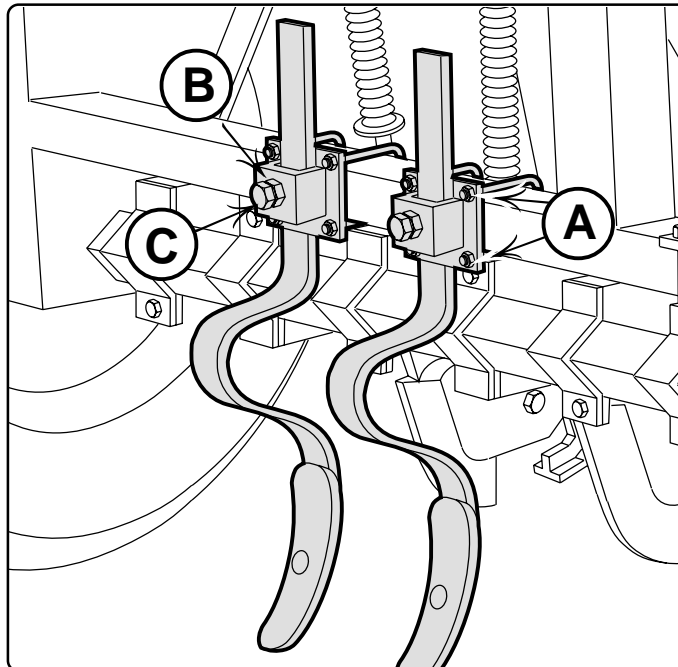

Fig. 26
Le zappette vanno posizionate sulla stessa linea dei pneumatici del trattore. Per regolare la posizione delle ancore rompitraccia svitare i dadi (A Fig. 26), posizionare le ancore e bloccare i dadi. Per regolare la profondità delle
The hoes must be positioned in alignment with the tire wheels. To adjust the position of the trace-breaking teeth, unscrew the nuts (A, Fig. 26) position the teeth and lock the nuts. To adjust the depth of the trace-
Die Messer werden auf der gleichen Linie der Schlepperreifen angeordnet. Um die Position der Anker zur Trassierung einzustellen, müssen die Muttern (Abb. 26) gelockert, die Anker neu positioniert und die Muttern. Um die Tiefe der Anker, abschrauben die Gegenmutter (B Abb. 26) und die
Les binettes casse-ligne seront alignées aux pneus du tracteur. Pour régler la position des ancrs brise-trace, dévisser les écrous (A Fig. 26), positionner les ancrs et bloquer les écrous. Pour régler la profondeur des ancrs, dévisser le contre-écrou (B Fig.
Las azadillas se tienen que colocar sobre la misma línea de los neumáticos del tractor. Para regular la posición de la púa romperastro, destornille los tornillos (A fig. 26), coloque la púa y bloquee las tuercas. Para regular la profundidad de la púa, destornille la
ancore, svitare il controdado (B Fig. 26) e la vite (C Fig. 26) dopo aver effettuato la regolazione bloccare la vite e il controdado.
*breaking teeth, unscrew the locknuts (B, Fig. 26) and the screw (C, Fig. 26) after having adjusted, tighten the screws and the locknuts.*
Schraube (C Abb. 26). Nach erfolgter Einstellung werden sowohl die Schrauben, als auch die Gegenmutter wieder festgezogen.
26) et la vis (C Fig. 26), après avoir effectué le réglage, serrer les vis et le contre-écrou.
contratuera (B fig. 26) y el tornillo (C fig. 26), una vez efectuada la regulación bloquee los tornillos y la contratuera.